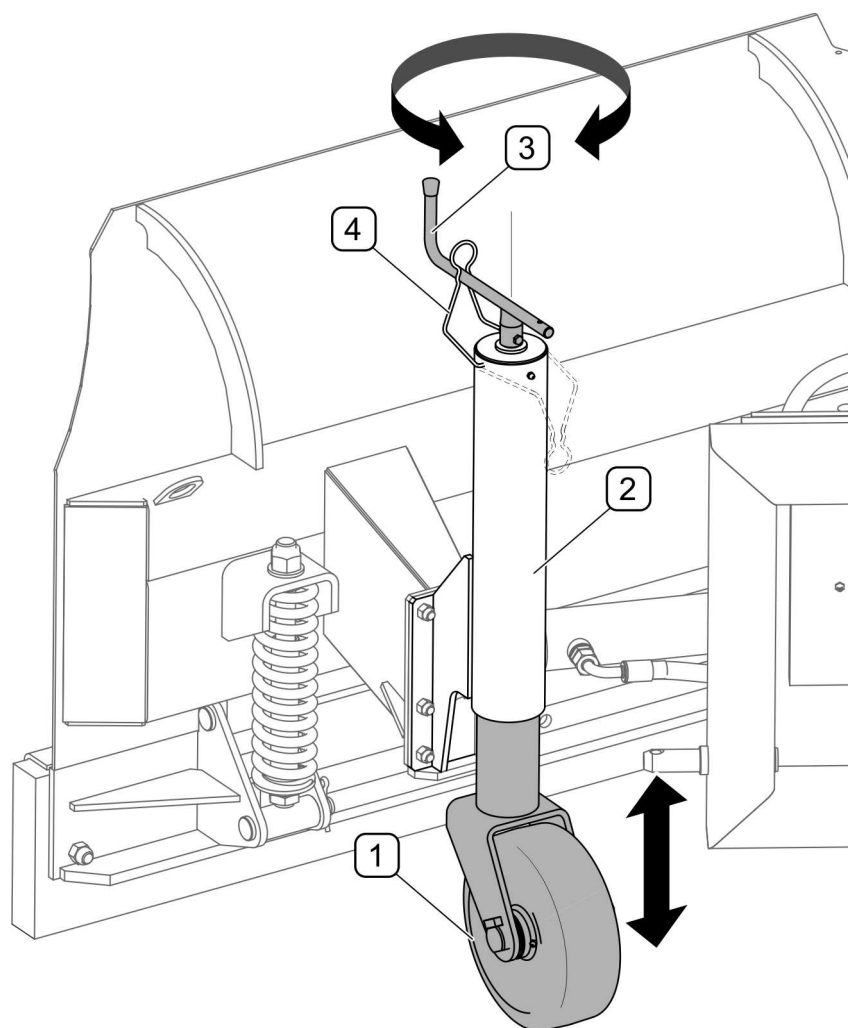

РИСУНОК 4.9 Регулирование рабочей высоты в плугах, оснащенных ходовыми
В плугах, оснащенных ходовыми колесами (РИСУНОК 4.9), регулирование рабочей высоты осуществляется путем перемещения колеса (1) вверх или вниз в корпусе (2) поворотом рукоятки (3). Рукоятка фиксируется блокировкой (4). Требуемая высота колеса фиксируется положением рукоятки (3) и блокировкой (4). Рекомендуется, чтобы оба колеса располагались на одинаковой высоте.